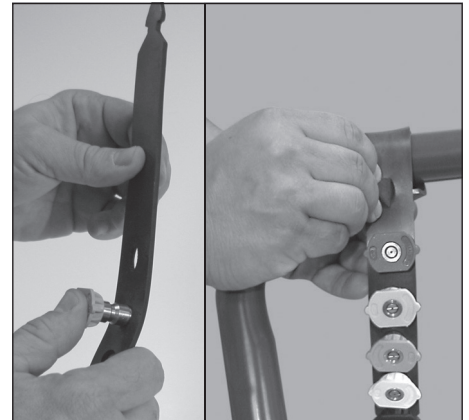

Figura 13 - Inserte las boquillas de pulverización en el soporte de caucho
7. Instale las boquillas de conexión rápida en el soporte para boquillas y sujételo al mango de la lavadora a presión (vea la Figura 13).